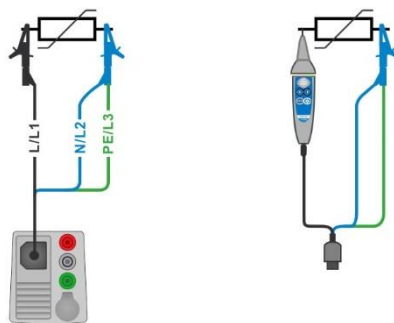
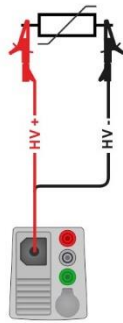

Abbildung 7.18: Anschluss des 3-Leiter Prüfadapters und der Commander-Prüfspitze (Bereich: 1000 V)
Abbildung 7.19: Anschluss der 2,5 kV Prüflleitung (Messbereich: 2500 V)
- Schließen Sie die Prüflleitungen am Prüfling an (siehe **Abbildung 7.18** und **Abbildung 7.19**).